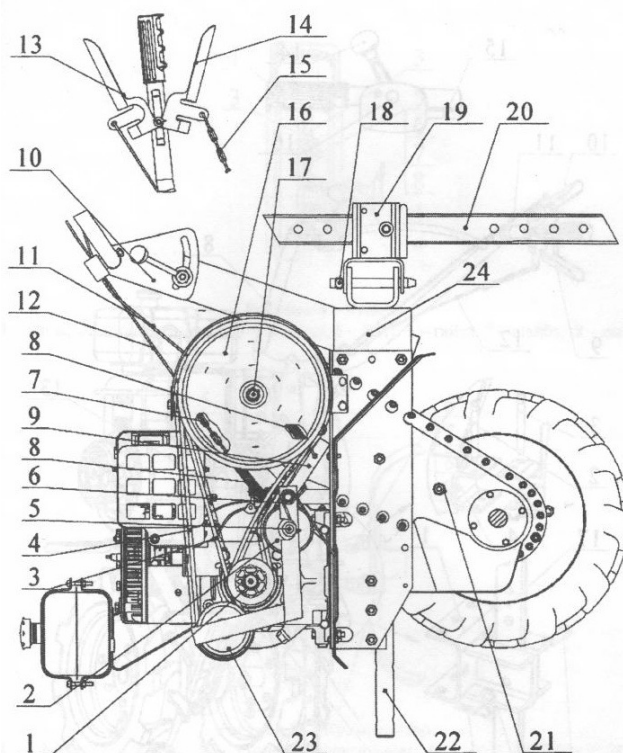
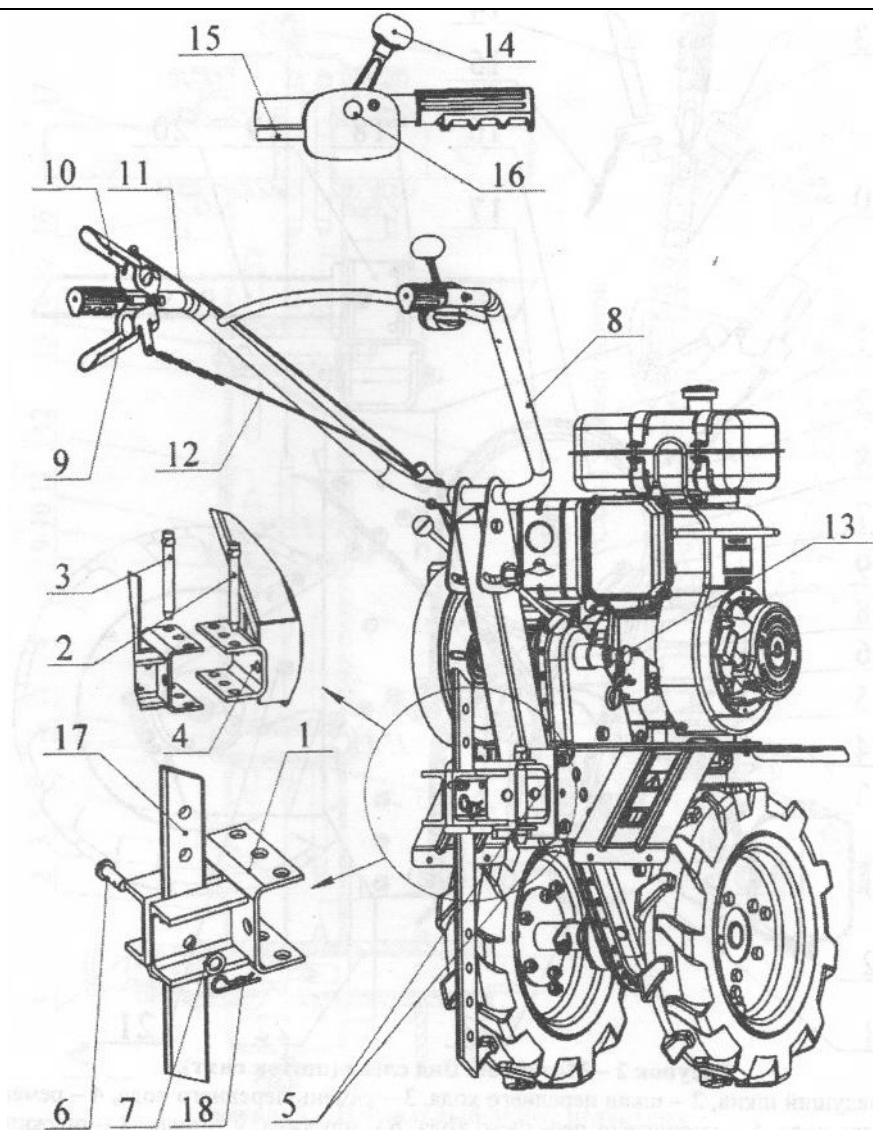

Рис. 1
Рис. 6
1. Установите штырь 22 (см. Рис.1) в горизонтальное положение и зафиксируйте крепежом. При упаковке опускается вниз, а крепеж устанавливается на место крепления штыря.
- Присоедините один конец тяги 11 (см. Рис.1) к рычагу переднего хода 13, а другой с помощью цепи 7 к пружине 6.
2. Переместите рычаг газа 14 (см. Рис. 6) в среднее положение от полного газа.
5. Включите ручкой 6 (см. Рис. 7) необходимую вам передачу редуктора (одно из крайних положений), установите рычаг газа 14 (см. Рис. 6) в среднее положение, плавно нажмите рычаг переднего хода 10.
7. Для переключения передачи остановите мотоблок, отпустите рычаг 9, 10 (см. Рис. 6) –переднего, заднего хода и переключите передачу ручкой 6 (см. Рис. 7) с небольшим усилием. При затрудненном переключении передачи поверните шкив редуктора 16 (см. Рис.1), одновременно перемещая ручку 6 в нужном направлении с небольшим усилием.
- Для движения вперед приподнимите слегка рукоятки (тем самым, приподняв ограничитель 17 (см. Рис. 6) над землей). Чтобы замедлить скорость хода, надавите на рукоятки.